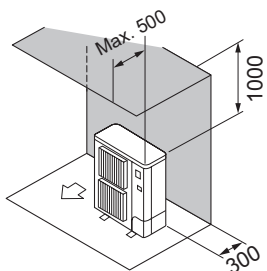

Fig. 2-8
- ② Enbart hinder på baksidan och ovsidan (Fig. 2-8)